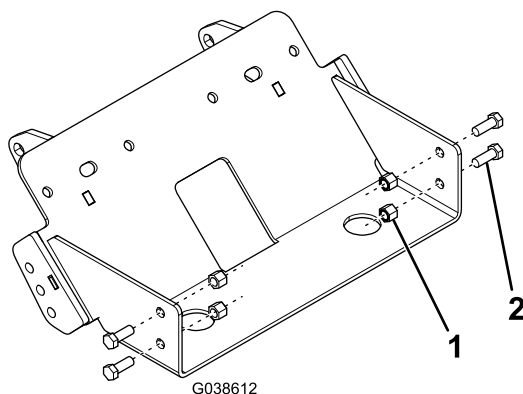

Bild 1
3. Befestigen Sie den Pflugunterfahrerschutz mit vier Schrauben (3/8") und vier Sicherungsmuttern (3/8") durch die Löcher vom vorherigen Schritt am Fahrzeugrahmen, und lassen Sie die Befestigungen handfest angezogen (Bild 1).
4. Verwenden Sie den Pflugunterfahrerschutz als Schablone, klemmen Sie die Fahrzeugstoßstange an den Pflugunterfahrerschutz und bohren Sie vier 7/16" große Löcher, siehe Bild 1.